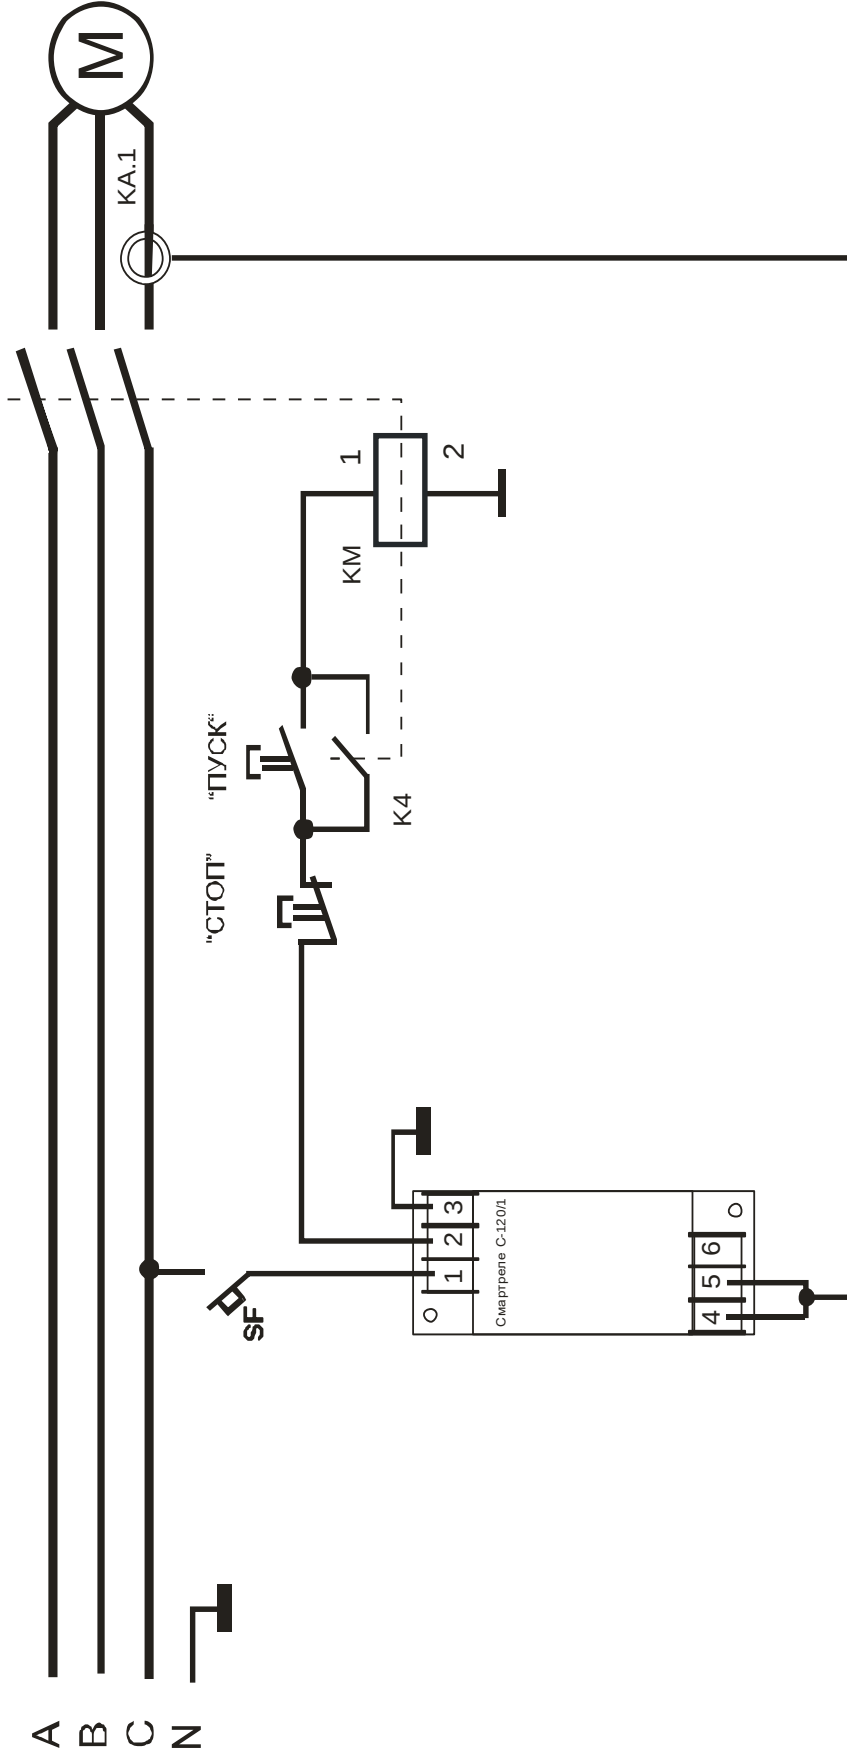

Рисунок 4 - схема включения СМАРТРЕЛЕ C-120/1 в систему управления электродвигателем М
7.2. Подключение реле производится в соответствии со схемами рис.3, рис.4.